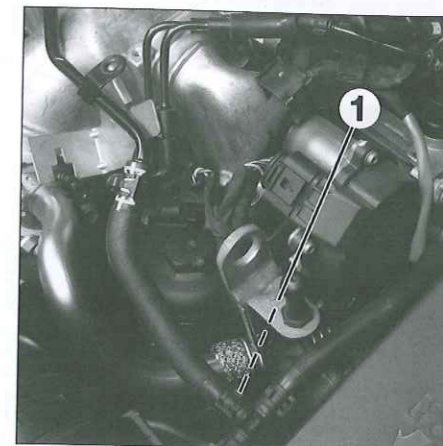

Fig. 18
- Desconectar el conector del contactor de presión de aceite (1) (Fig.18).